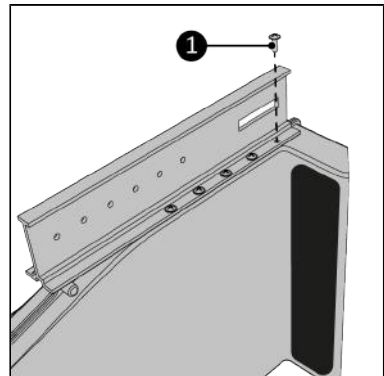

Abbildung 131.
- Schrauben Sie die Hauptschiene mit den zehn Schrauben 3,5 x 10 mm (Abbildung 131, Pos. 1) am Way-out fest. Stellen Sie sicher, dass alle Schraubenlöcher übereinstimmen.